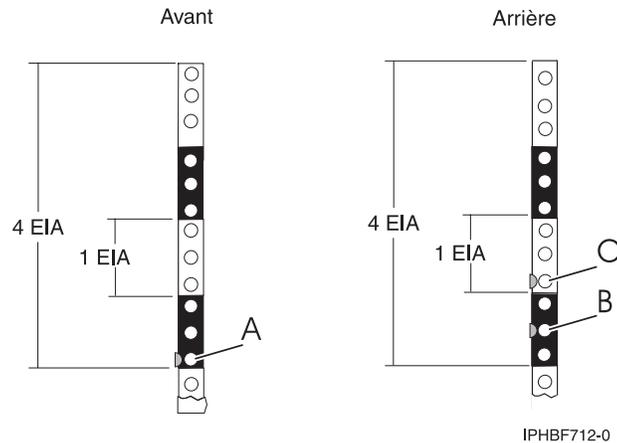

Figure 4. Marquez les trous sur l'avant et l'arrière du cadre de l'armoire.
2. Face à l'armoire, à droite, placez une pastille auto-adhésive à côté du trou inférieur de l'unité EIA inférieure, sur les quatre que vous utiliserez pour cette unité système **A** dans la figure 4, à la page 11.
5. Placez une pastille auto-adhésive au niveau du trou central de cette unité EIA, **B** dans la figure 4.
6. Placez une pastille auto-adhésive au niveau du trou inférieur de l'unité EIA suivante, **C** dans la figure 4.